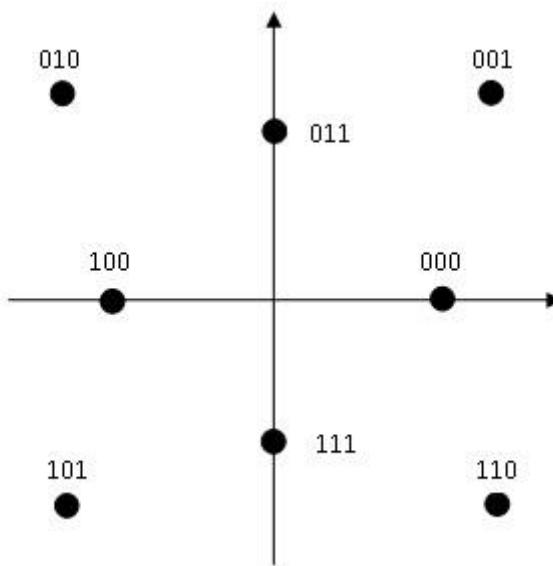

Рис. 45
- KAM8-PD - 8-позиционный сигнал квадратурной амплитудной манипуляции, применяемый в модемах фирмы «Paradise Datacom» (рис. 45);